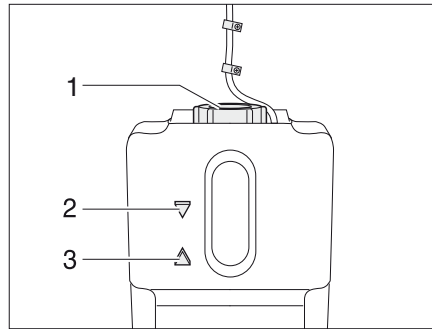

Bild 374 Expansionsbehållare varm-
- Kontroll av vätskenivå utförs på expansionsbehållaren (Bild 374), nivån skall ligga mellan markeringarna "MIN" (Bild 374,3) och "MAX" (Bild 374,2).
- Vredet på expansionsbehållaren (Bild 374,1) öppnas.